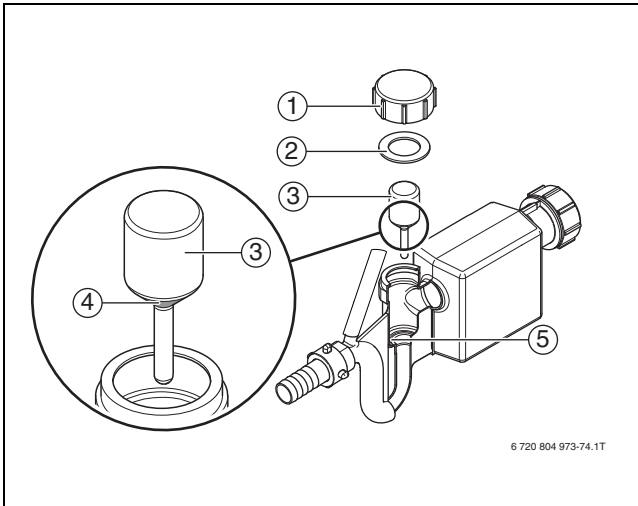

Рис. 64 Чистка сифона
- ▶ Снимите крышку [1] и уплотнение [2] (→ рис. 64).